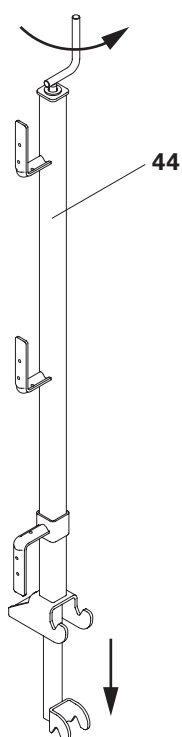

Fig. A2.05
(Fig. A2.05 + A2.06)
3. Inserire le tavole per parapetto (**38**) e fissarle, ad es. con chiodi o viti per legno. (Fig. A2.05 + A2.06)